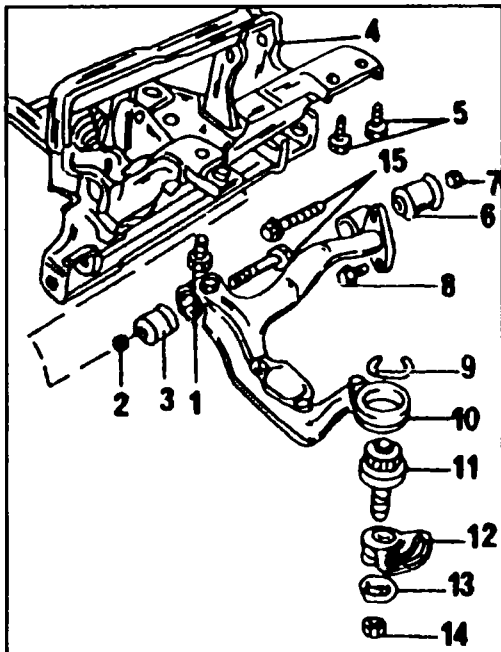
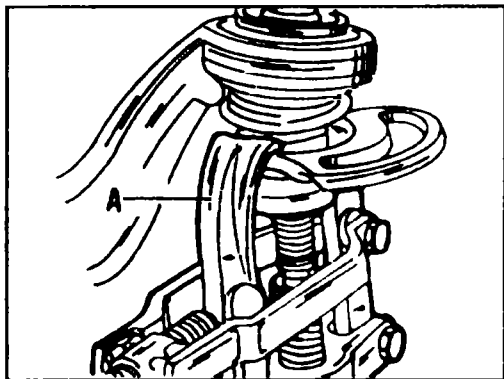
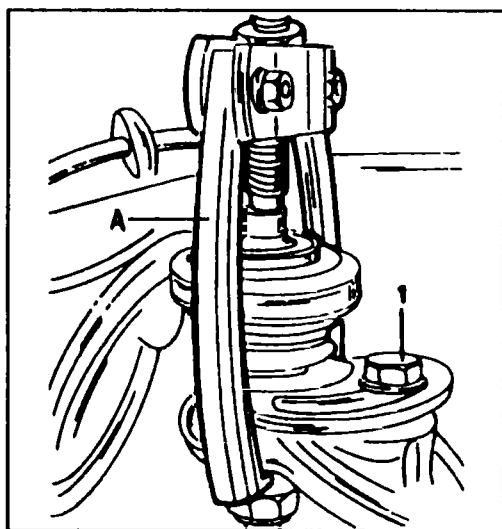

Рис. 7.7 Устройство верхнего поперечного рычага и верхнего шарового шарнира
Рис. 7.9 Демонтаж регулировочного эксцентрика с пальца шарового шарнира
Рис. 7.10 Съемник (а) используемый для снятия и установки верхнего шарового шарнира. Блокирующий болт (1) затяните моментом 60Нм
Верхние рычаги можно снять только после демонтажа балки передней подвески. Заменить верхние шарниры довольно просто. На рис. 7.7 показано крепление шарового шарнира к верхнему поперечному рычагу и поворотному кулаку. Эксцентрик (12) служит для регулировки угла наклона колеса. Эксцентрик блокируется болтом, ввинченным в поворотный кулак. Снизу шарового шарнира помещена эксцентриковая шайба. Для снятия шарового шарнира можно использовать различные универсальные съемники. Конструкции нескольких из них показана на рис. 7.9 и 7.10. Шарнир заменяется следующим образом:
- ◆ Пометьте положение эксцентрика (12) (см. рис. 7.7) относительно поворотного кулака. Если Вы этого не сделаете, то придется в последствии регулировать наклон колеса.
- ◆ Отверните гайку (14) крепящую шаровой шарнир снизу. Эта гайка является самоконтрящейся и после каждого отвинчивания ее необходимо заменять.
- ◆ Пометьте положение эксцентриковой шайбы (13), а затем снимите ее.
- ◆ Снимите при помощи съемника регулировочный эксцентрик (см. рис. 7.9). На рисунке показан съемник типа Kukku 204-2 (А). Лапы съемника необходимо завести за эксцентрик.
- ◆ Съемником, показанным на рис. 7.10, выньте шаровой шарнир из поворотного кулака. Показанный на рисунке съемник (А) является универсальным.
На рис. 7.10 также виден болт (1), служащий для блокирования регулировочного эксцентрика.
◆ Съемником (см. рис. 7.10) установите в поперечный рычаг новый шаровой шарнир. После полной установки шарнира установите в канавку посадочного отверстия пружинное стопорное кольцо.
- ◆ Регулировочный эксцентрик (12, рис. 7.7) установите согласно с нанесенными во время снятия метками, затяните болт (1, рис. 7.10) моментом 60 Нм.